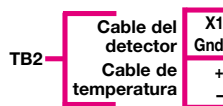

Figura 4
3. Conecte el alambre negro del cable de temperatura (par retorcido) en la terminal negativa (-) TEMP de TB2. Consulte la Figura 4.
4. Conecte el otro alambre del par retorcido (rojo o blanco) en la terminal positiva (+) TEMP de TB2. Consulte la Figura 4.